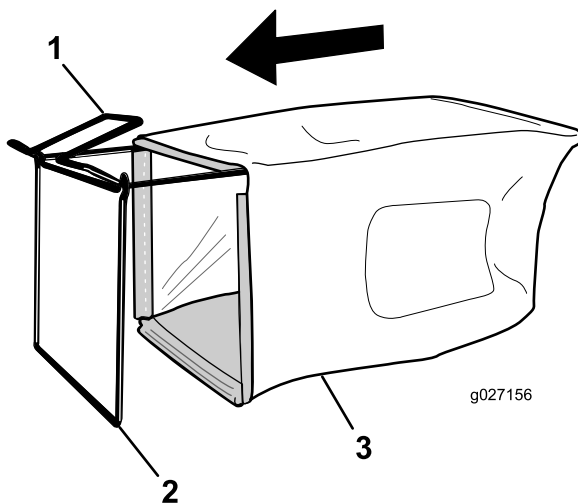

Figure 11
1. Glissez le bac sur l'armature, comme montré à la Figure 11.
**Remarque:** Ne faites pas passer le bac sur le guidon (Figure 11).